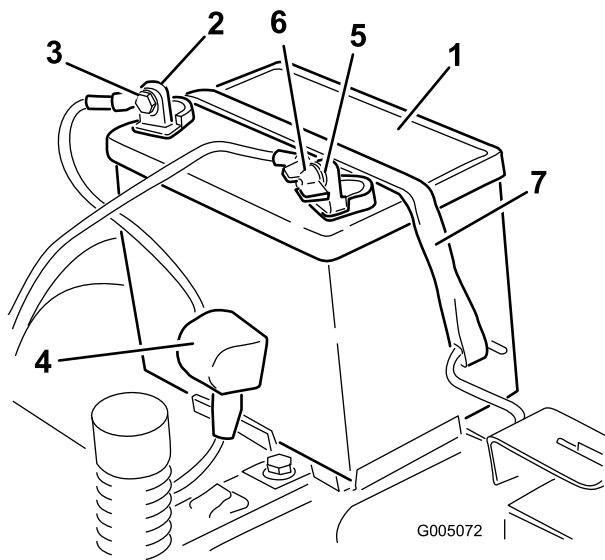

Figure 37
4. Débranchez le câble négatif (noir) de mise à la masse de la borne de la batterie (Figure 37). Mettez les fixations de côté.
de la borne de la batterie (Figure 37). Mettez les fixations de côté.
6. Enlevez la sangle de maintien de la batterie (Figure 37) et ôtez la batterie de son support.
1. Placez la batterie dans son support en tournant les bornes vers la position de fonctionnement (Figure 37).
5. Fixez la batterie en place à l'aide de la sangle de maintien (Figure 37).